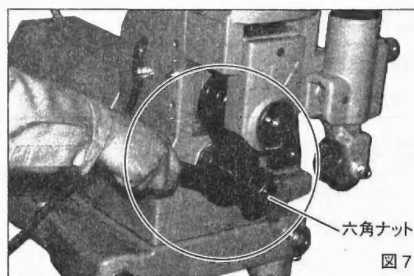

図7
- 2.主軸の六角ナットを緩めワッシャを外すと、下ローラは手前に抜けます。(図7)